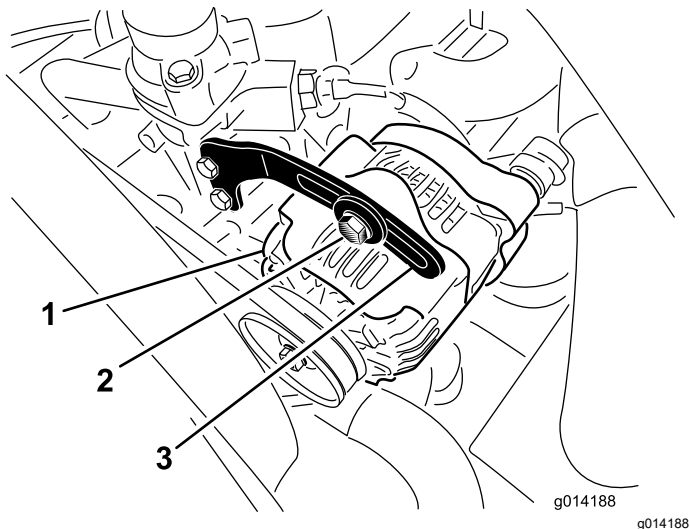

图 47
2. 检查交流发电机皮带张紧力的方法使用 10kg 的力按压交流发电机和曲轴箱皮带轮之间的皮带图 47 中间位置。
3. 松开将支架固定到交流发电机图 47 的螺栓和交流发电机枢轴螺栓。